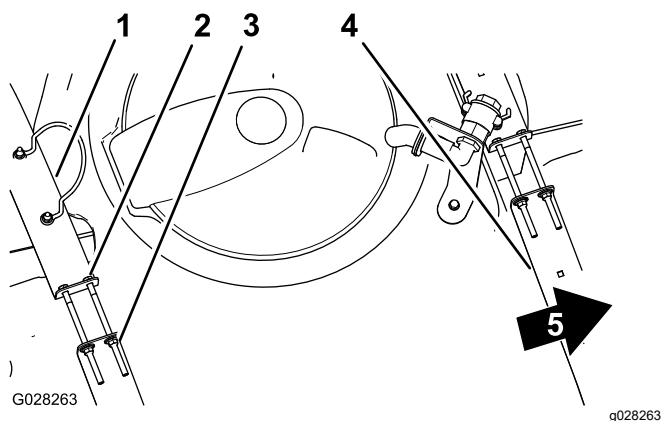

Рисунок 20
2. Убедитесь в отсутствии люфта между хомутами и баком (Рисунок 20).
- Если хомуты вокруг бака ослаблены, затяните фланцевые контргайки и болты в верхней части хомутов заподлицо с поверхностью бака (Рисунок 20).